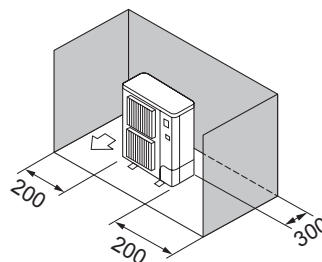

Fig. 2-9
- ③ Obstáculos apenas na parte de trás e nos lados (Fig. 2-9)